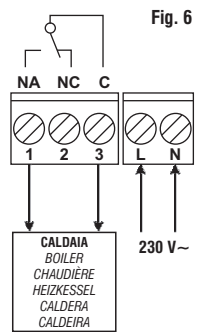

Fig. 6
- COLLEGAMENTI ELETTRICI (Fig. 6):**
- Collegare il carico ai morsetti C-NA-NC in funzione delle esigenze di comando (Fig. 6).